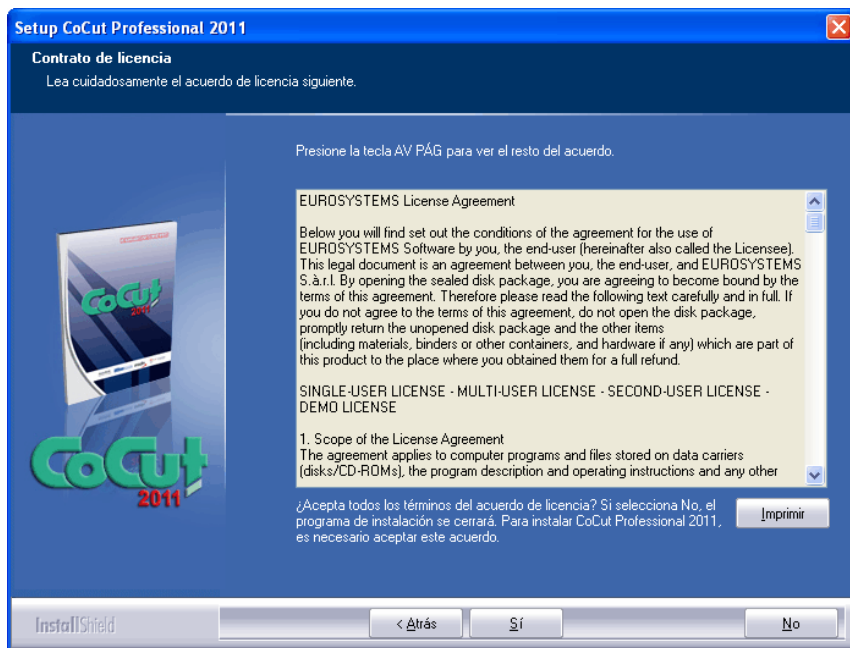

Fig. 2.1-2: Contrato de licencia de Software EUROSYSTEMS
Poner el disco compacto (CD) en la correspondiente unidad de disco. Después de poco tiempo aparecerá una ventana con el título **EUROSYSTEMS Setup**. Seleccionar CoCut Standard 2017 del campo **Producto**. Arrancar la instalación a través del botón **Instalar**. Al confirmar las condiciones del contrato de licencia de EUROSYSTEMS (véase Fig. 2.1-2) se arrancará la instalación.